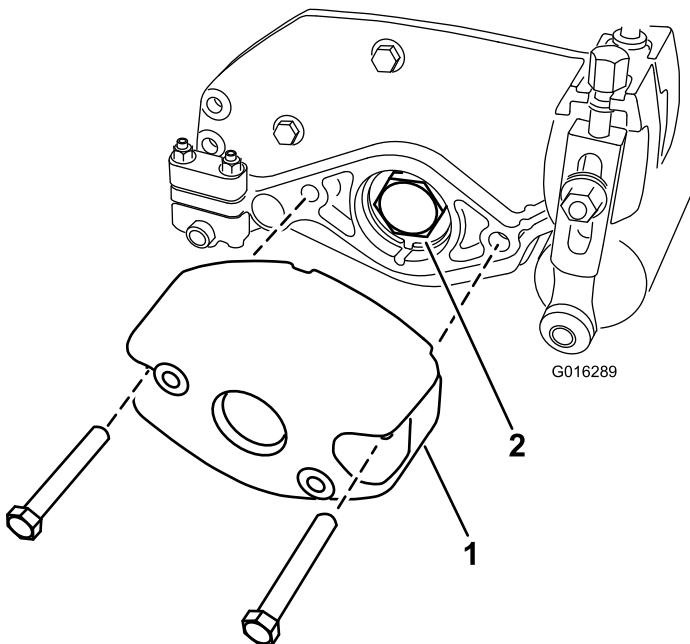

Figura 2
5. Retire los 2 pernos y tuercas que sujetan el contrapeso al extremo derecho de la unidad de corte. Retire el contrapeso (Figura 2).
| 6. Retire la tuerca del cojinete del eje del molinete (Figura 2). | |